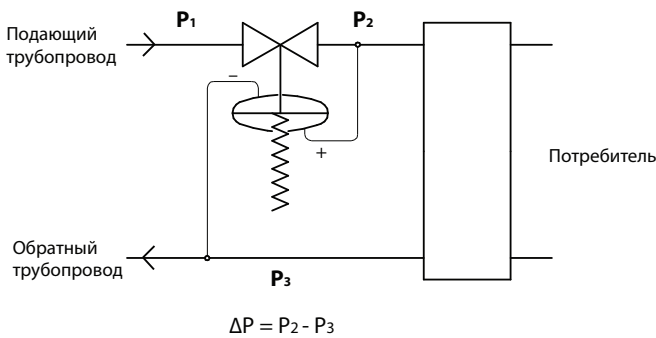

Рис. 1. Установка на подающем трубопроводе
1. Регуляторы перепада давления, закрывающиеся при повышении перепада давления. Пружина удерживает клапан в открытом положении, а большее давление воздействует на чувствительный элемент, закрывая клапан. Примерами регуляторов этой группы являются клапаны КАТ33. Типичное применение данной группы регуляторов перепада давления — регулирование перепада давления на потребителе за счет дросселирования подающего или обратного трубопроводов (см. Рис. 1 и 2):
Некоторые регуляторы перепада давления для работы требуют использования двух или более импульсных трубок. Они необходимы для передачи импульса регулируемого давления на чувствительный элемент клапана (мембрану, поршень или сильфон), а также для передачи силового импульса подвижным элементам. Необходимость импульсных трубок указана в описании клапанов. Импульсные трубки подсоединяется в точках поддержания перепада давления (см. Рис. 1, 2 и 3).